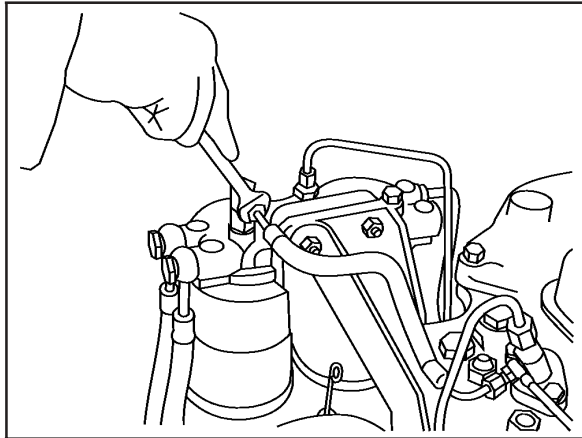

FIG 14
1. Afrouxe a porca do tubo flexível de retorno do filtro ao reservatório, **Fig. 14**.